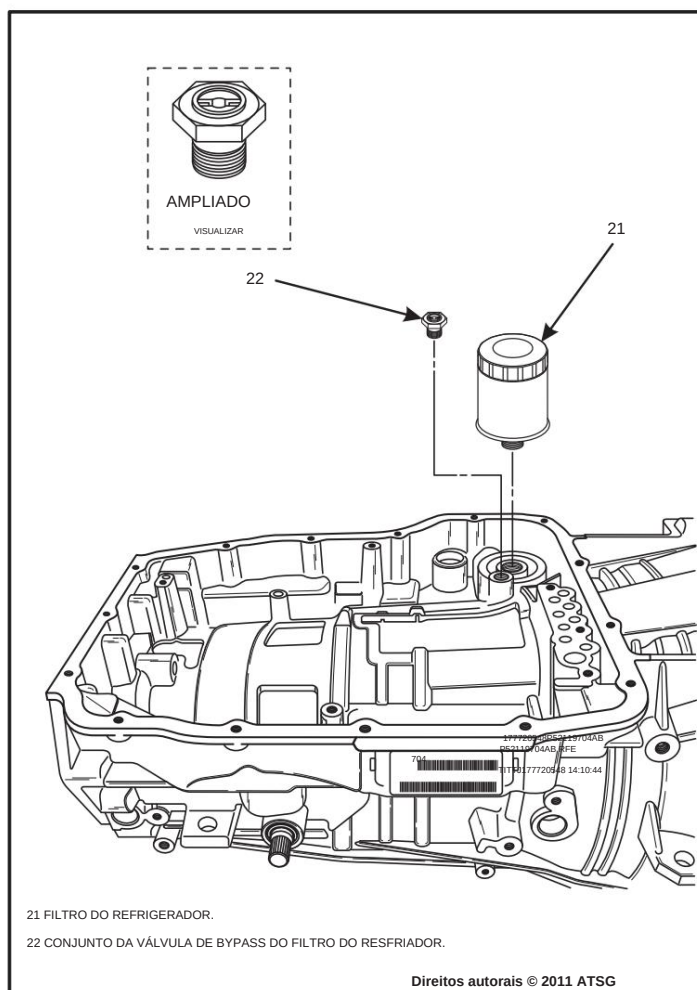

Figura 43
18. Remova e descarte o filtro de óleo do radiador do caixa de transmissão, conforme mostrado na Figura 43.
19. Remova o conjunto da válvula de desvio do resfriador da caixa de transmissão, conforme mostrado na Figura 43.